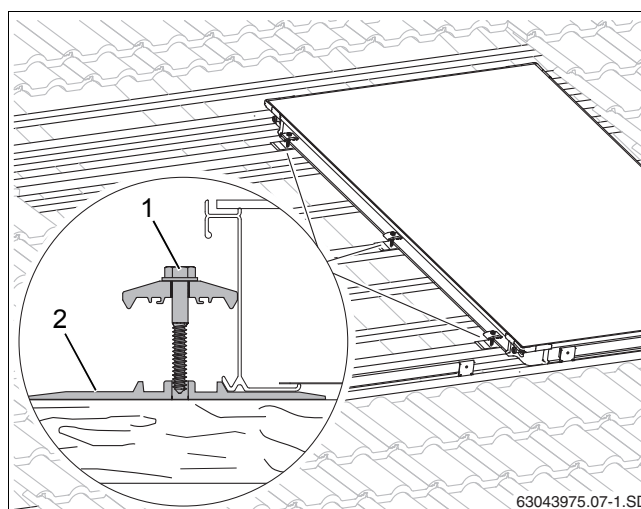

Рис. 24 Двухсторонний прижим на первом коллекторе
- ▶ Слегка приподнимите коллектор и сдвиньте под него подкладные пластины (рис. 24, [2]) с двухсторонним прижимом на 2-й и 3-ей дополнительной рейке, а также в середине коллектора на имеющейся рейке так, чтобы выступ уперся внизу в край коллектора.
- ▶ Для винта (рис. 24, [1]) нужно заранее просверлить отверстие сверлом 4 мм. Для разметки используйте насечки на подкладных пластинах.